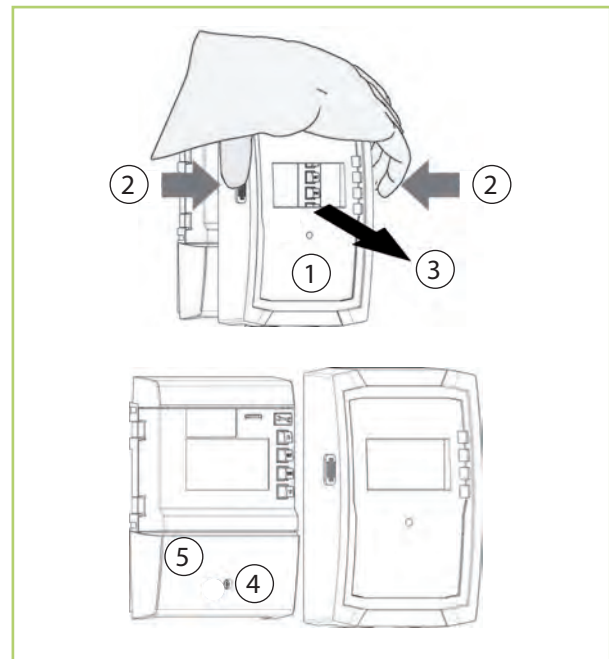

Abb. 28: Frontblende entfernen
- Frontblende ① an seitlichen Griffen ② fassen und nach vorne abziehen ③ (Abb. 28).
- Schraube ④ lösen (Abb. 28).
- Klemmenabdeckung ⑤ abnehmen.